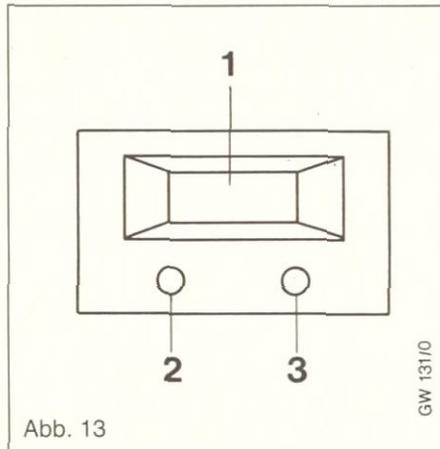
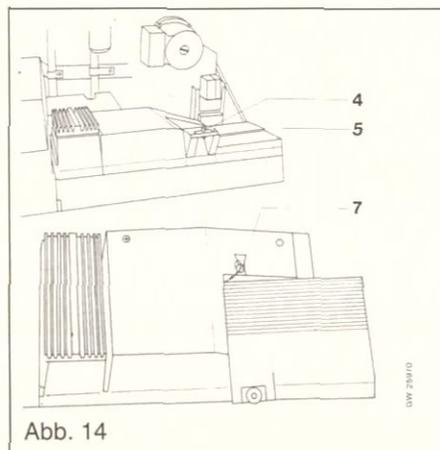

Abb. 13
Abb. 14
Das Gerät ist werkseitig auf die größte Wärmeleistung eingestellt (Potentiometer (7, Abb. 14) gegen Rechtsanschlag – entspricht Displaywert 80).
- Die beiden unter dem Display (1; Abb. 13) befindlichen Taster (2 und 3) mit Hilfe von Kugelschreibern o.ä. **gleichzeitig** kurz betätigen (im Display erscheint die Anzeige d0).
- Durch Betätigen des rechten Tasters (3) erfolgt im Display die Anzeige „80“.
- Unverlierbare Schraube (4; Abb. 14) lösen und Schaltkasten (5) nach vorn herausklappen. Rückwand nicht abnehmen.
#### Legende zu Abb. 13
#### Legende zu Abb. 14
- Am Potentiometer (7, Abb. 14) den ermittelten Displaywert einstellen.